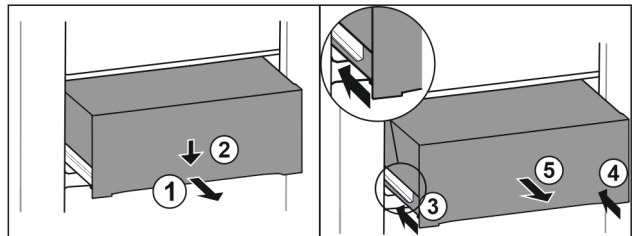

Fig. 81
- ▶ Изтеглете чекмеджето наполовина. Fig. 81 (1)
- ▶ Натиснете надолу чекмеджето от предната страна. Fig. 81 (2)
- ▶ Вкарайте лявата релса приблизително 2 см навътре. Fig. 81 (3)
- ▶ Вкарайте дясната релса приблизително 2 см навътре. Fig. 81 (4)
- ▶ Извадете чекмеджето напред. Fig. 81 (5)